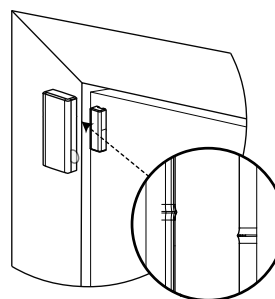
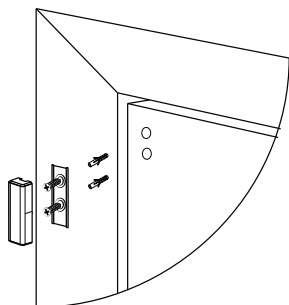

Abbildung 3:
Abbildung 6: Schraubmontage des Magneten
2. Stellen Sie das Gerät auf den Rahmen eines Fensters oder einer Tür und den Magneten auf die sich bewegende Fläche der Tür oder des Fensters selbst. Siehe Abbildung 3.
3. Schrauben Sie den Magnetfuß auf die Tür und richten Sie ihn mit dem Empfänger. Siehe Abbildung 6 und Abbildung 3.